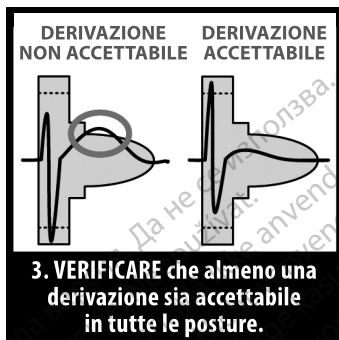

Figura 4. Valutazione del complesso QRS
3. **Valutare** il complesso QRS. Se l'intero complesso QRS e l'onda T sono contenuti all'interno del profilo colorato, il QRS viene ritenuto accettabile. Se qualsiasi porzione del complesso QRS o dell'onda T si estende all'esterno del profilo colorato, il QRS viene ritenuto inaccettabile (Figura 4 Valutazione del complesso QRS a pagina 23). È possibile utilizzare più profili colorati per valutare lo stesso ECG di superficie se si osservano ampiezze QRS variabili.